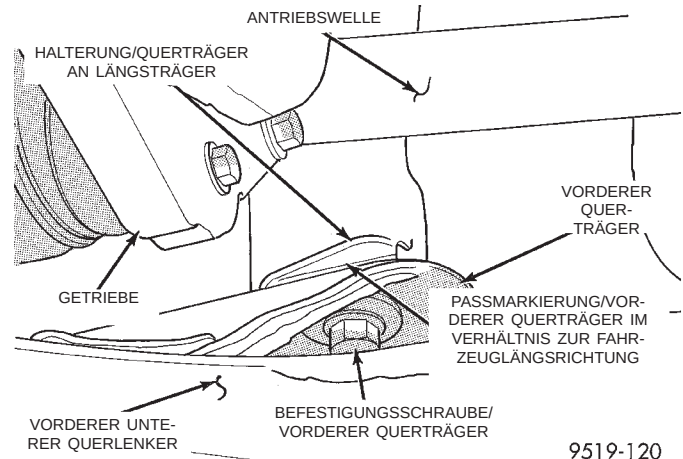
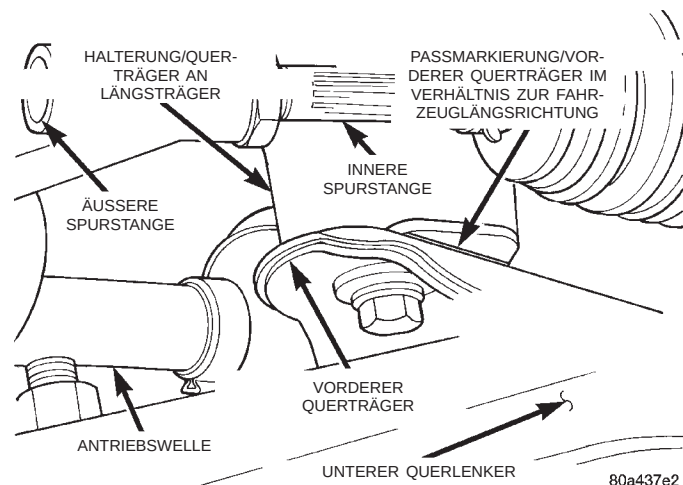
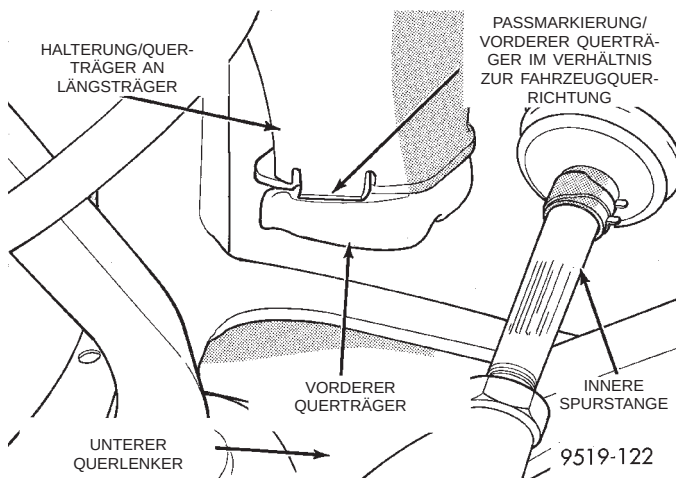

**Abb. 9 Position des vorderen Querträgers in Längsrichtung des Fahrzeugs markieren (vorn links)**
**Abb. 10 Position des vorderen Querträgers in Längsrichtung des Fahrzeugs markieren (hinten links)**
**Abb. 11 Position des vorderen Querträgers in Querrichtung des Fahrzeugs markieren**
(8) Mit einer Reißnadel eine Linie am Unterboden (Abb. 9) und (Abb. 10) anreißen, durch die die Posi-
tion des vorderen Querträgers in Längsrichtung der Karosserie markiert wird. Die Linie muß sowohl an der vorderen und hinteren Befestigung als auch an beiden Seiten des Querträgers am Unterboden angerissen werden. In (Abb. 9) und (Abb. 10) ist die linke Vorderseite des Fahrzeugs abgebildet.
(9) Mit einer Reißnadel eine Linie am Querträger (Abb. 11) anreißen, durch die die Position des vorderen Querträgers in Querrichtung der Karosserie markiert wird. Die Linie muß an der Seite der Halterung/Längsträger (Abb. 11) angerissen werden. Die Position des Querträgers muß auf beiden Seiten identisch markiert werden. In (Abb. 11) ist die linke Vorderseite des Fahrzeugs abgebildet.
(4) Den Querträger mit einem Gummihammer in die richtige Position klopfen, bis alle Paßmarkierungen am Querträger und der Karosserie einwandfrei fluchten (Abb. 9), (Abb. 10) und (Abb. 11). Sobald der Querträger korrekt ausgerichtet ist, die beiden hinteren Befestigungsschrauben des Querträgers mit einem Anzugsmoment von 163 N·m (120 ft. lbs.) festziehen. Dann die beiden vorderen Befestigungsschrauben des Querträgers mit einem Anzugsmoment von 163 N·m (120 ft. lbs.) festziehen.